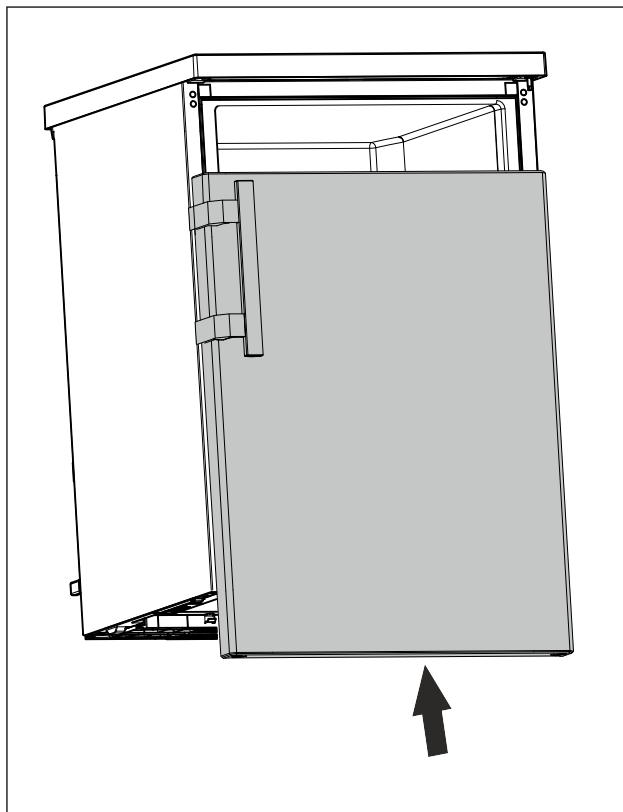

Fig. 23
- ▶ Uzbīdīet durvis aizvērtā stāvoklī uz augšējās tapas. (skat. Fig. 23)